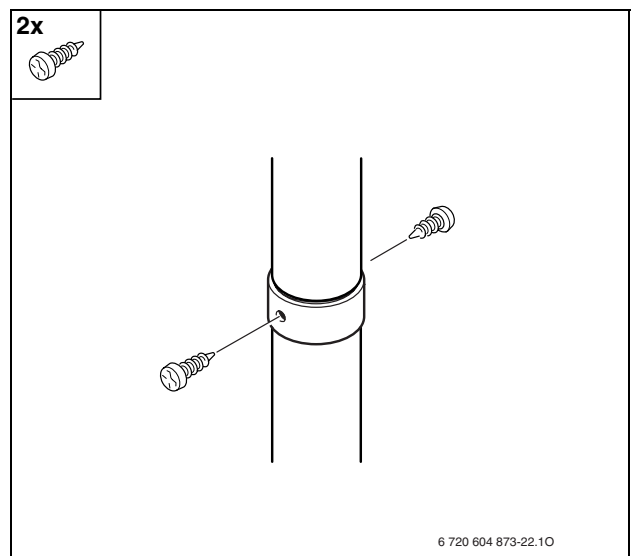

Fig. 4
- ▶ Utilizzando le viti incluse, assicurare la tubazione per l'aria comburente (Fig. 4).